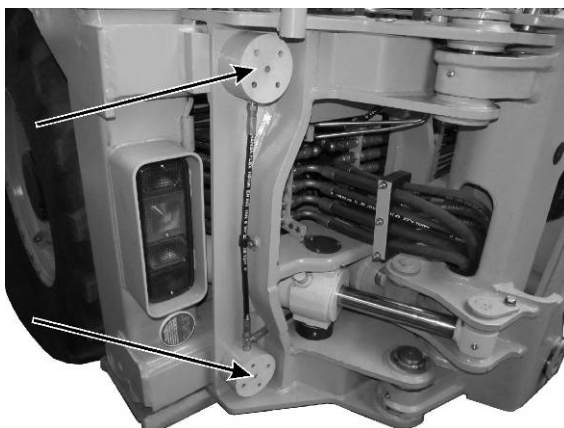

Рис. 5.51. Блокировка бокового смещения каретки
1. Блокировать экскаваторный ковш, блокировкой бокового смещения каретки, установленной на направляющей пластине рамы (Рис. 5.51)